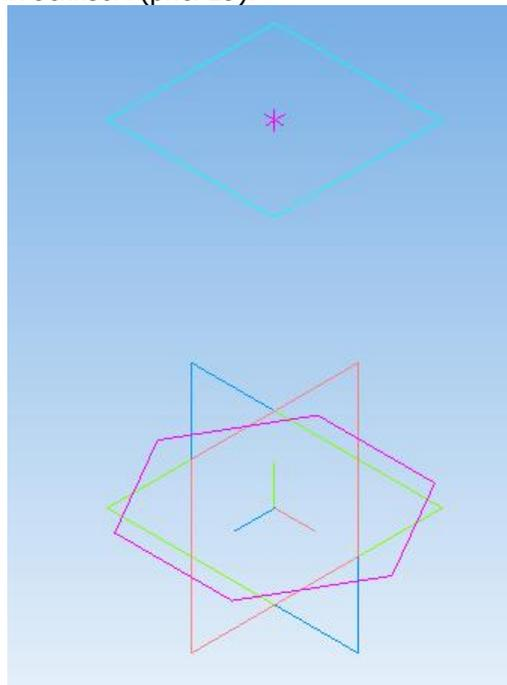

Рис. 29.
3. Создайте эскиз  на Плоскости XZ (рис.29). Контур – правильный шестиугольник, вписанный в окружность радиусом 70 мм и расположенный в начале системы координат эскиза, строим с помощью панели Геометрия . Завершите работу с эскизом.
5. Выберите на Дереве модели узел Смещенная плоскость: 1 и постройте в ней второй эскиз-сечение Точка – вершина пирамиды. Для этого на панели Геометрия выберите команду – Точка, в поле Стиль строки параметров объекта установите стиль точки – Звезда или Крест. Поставьте точку вершины пирамиды в начале системы координат эскиза, так как пирамида прямая. Завершите работу со вторым эскизом (рис. 29).